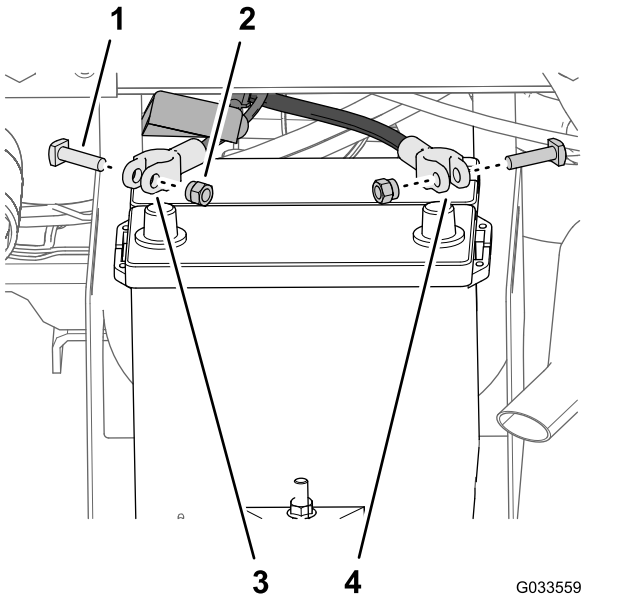

图 27
1. 在正极和负极电池接线的夹具处卸下螺母和 T 形螺栓 图 27。